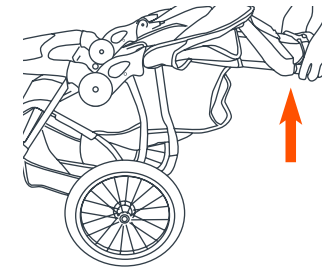

Abb. 21b
- Heben Sie den Kinderwagengriff mit beiden Händen an, bis der Rahmen des Kinderwagens aufgerichtet und in der geöffneten Position verriegelt ist (Abb. 21b). Der Kinderwagen verfügt über federbelastete Riegel auf beiden Seiten des Rahmens.